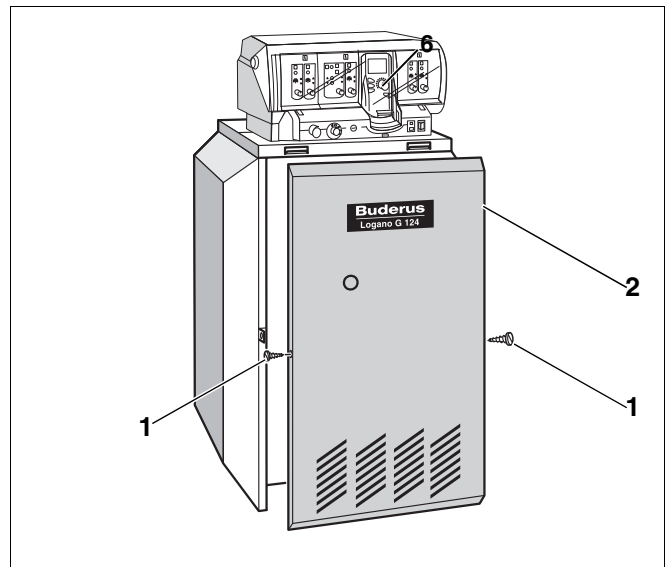

Abb. 44 Kesselvorderwand montieren
- Kesselvorderwand (Abb. 44, **Pos. 2**) einhängen.
- Sicherungsschrauben (Abb. 44, **Pos. 1**) links und rechts in die Seitenwände eindrehen.